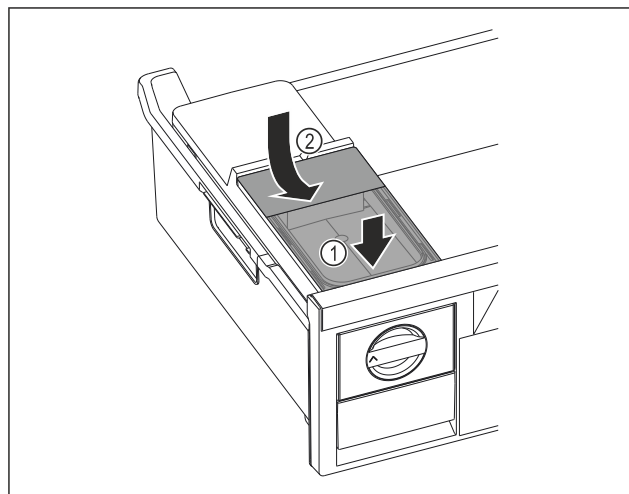

Fig. 122
- ▶ Nádržku na vodu nasadíte vpred. Fig. 122 (1)
- ▶ Nádržka na vodu spustíte vzadu. Fig. 122 (2)